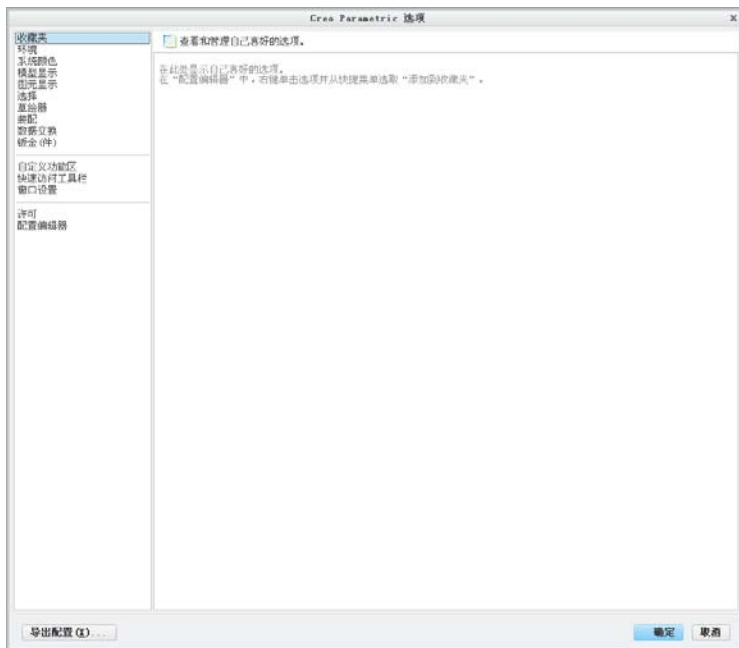

图 1-8 “Creo Parametric 选项”对话框
(1) 执行命令。选择“文件”→“选项”命令，系统将打开如图 1-8 所示的“Creo Parametric 选项”对话框。